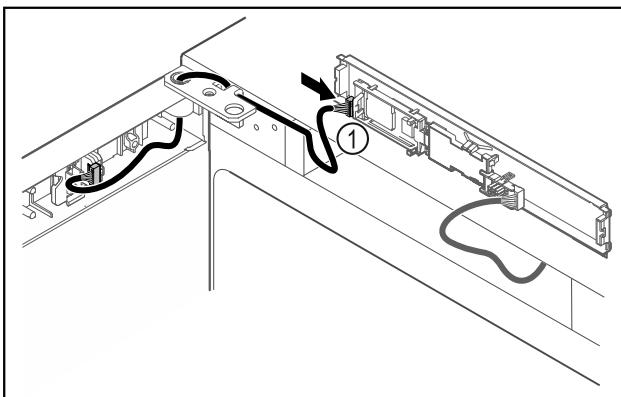

Fig. 49
► Stecker Fig. 49 (1) an Platine anstecken.